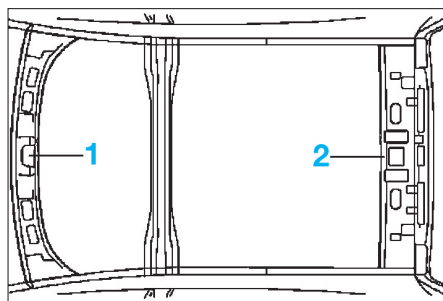

FIG. 156
- Appliquer de la colle à vitre monocomposant (ref : 93165025/1504815) sur le cadre de toit avant (1) et arrière (2) (fig. 156).